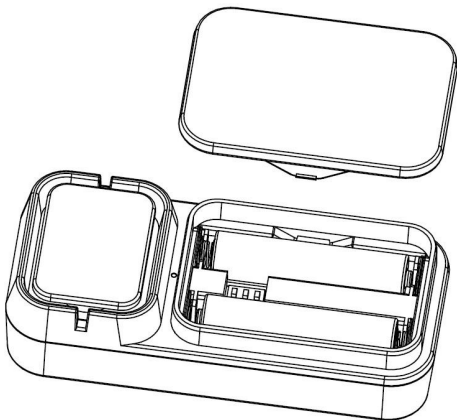

Abbildung 2: Einlegen der Batterien
1. Entfernen Sie die Batteriefachabdeckung auf der Rückseite des/der Sender(s), indem Sie die Abdeckung abnehmen, wie in Abbildung 2 dargestellt.